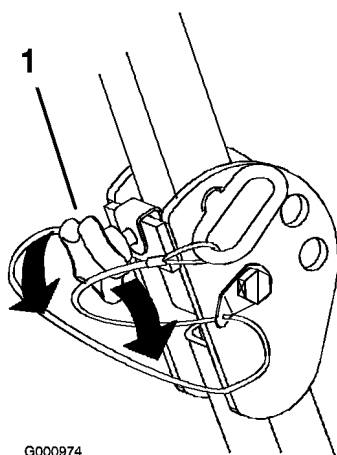

Figure 9
1. Pour abaisser l'arceau de sécurité, desserrez les boutons avant (Figure 9).
Important: Serrez les boutons avant contre les extrémités centrales de l'arceau de sécurité (Figure 9).